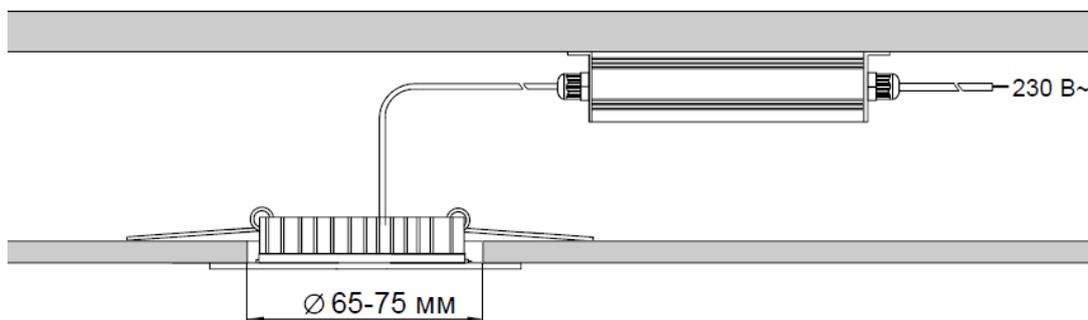

Рисунок 3
5.3.2 При достаточном месте для установки источника питания в межпотолочном пространстве подвесного потолка, монтаж светильника производится в отверстие диаметром 65-75 мм (малое кольцо корпуса рисунок 3).